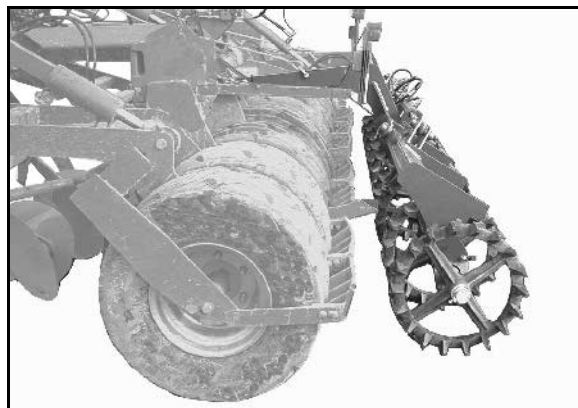

Bild 41
- Gjutringvalsar (Bild 41) eller